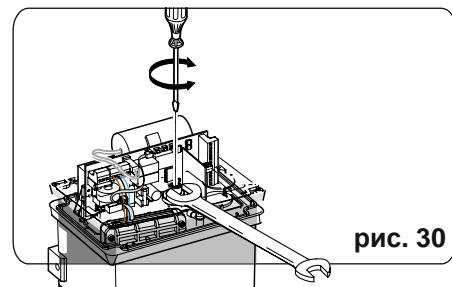

рис. 30
- Удерживайте вал двигателя с помощью гаечного ключа и поверните регулировочный винт, как показано на рис. 30
Проверьте, чтобы двигатель был подключен так, как показано на рис. 30 (стандартное подключение).